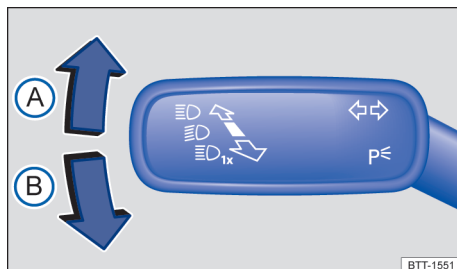

Fig. 87 À esquerda na coluna de direção: alavanca dos indicadores de direção e do farol alto.
- Traga a alavanca dos indicadores de direção e do farol alto da posição central para a seguinte posição → Fig. 87:
- (A) Luz de estacionamento ligada à direita.
- (B) Luz de estacionamento ligada à esquerda.